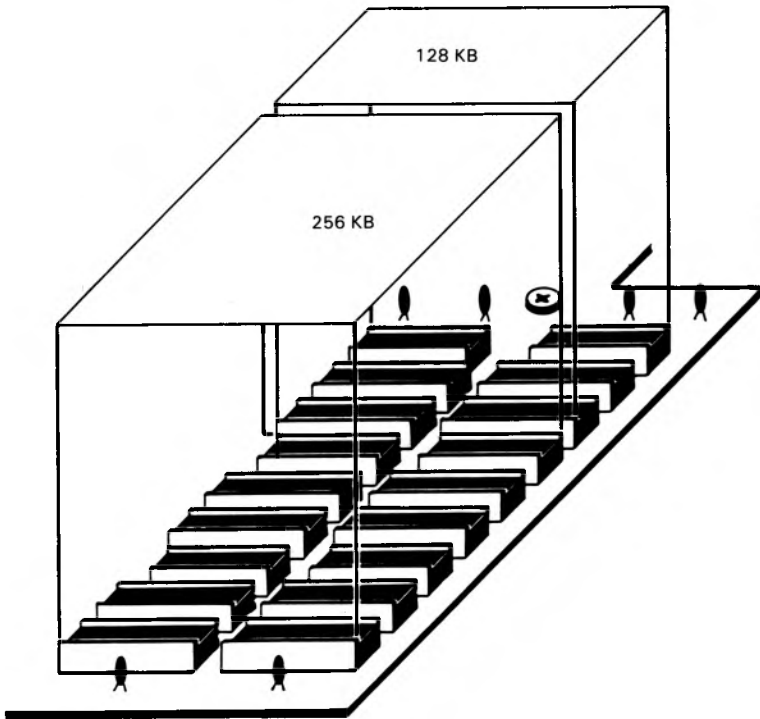

Abbildung 2 K110-1
1. Öffnen Sie das Gehäuse (Prozedur A) und bauen Sie alle die Erweiterungen aus, die den Zugang zu den Bereichen auf der Hauptplatine behindern, die in Abbildung 2 K110-1 gezeigt sind.
2. Wenn die Hauptplatine zur Zeit nur mit der Standardausstattung von 256 KB Speicher bestückt ist, installieren Sie die zusätzlichen 256 KB Speicher (2 Kits K110) auf den entsprechenden Sockeln, die in Abbildung 2 K110-1 bezeichnet sind. Wenn bereits 512 KB installiert sind, installieren Sie 128 KB Speicher (1 Kit K110).